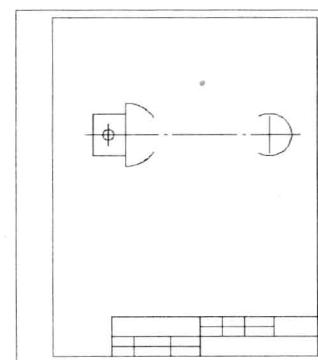
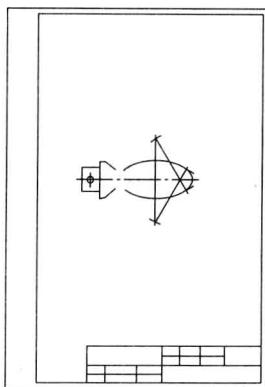

图1-28 画已知线段
图 1-29 画中间线段
- ② 依次画出已知线段、中间线段和连接线段，完成图形，如图1-28和图1-29所示。